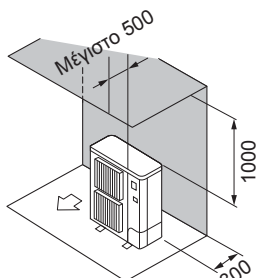

Fig. 2-4
- ② Εμπόδια στην πίσω και επάνω πλευρά μόνο (Fig. 2-4)